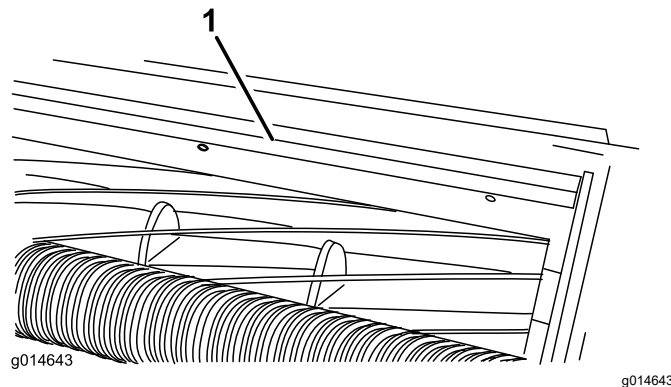

Figure 9
1. Desserrez les boulons qui fixent la barre supérieure (Figure 9) à l'unité de coupe.